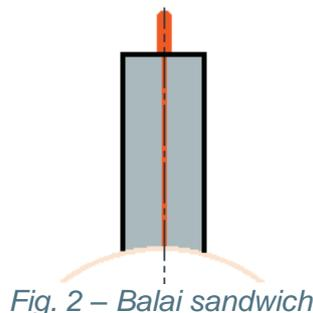

Fig. 2 – Balai sandwich
Le balai le plus simple - et aussi le plus utilisé - est le balai sandwich de la figure 2 avec ses deux couches usinées faites de la même nuance électrographitique (EG)1.